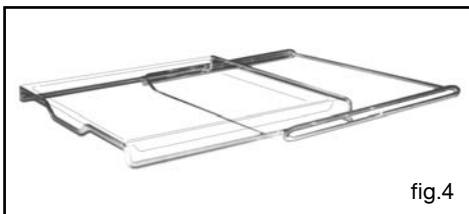

fig.4
• **Plat sortant sur système coulissant fig.4**